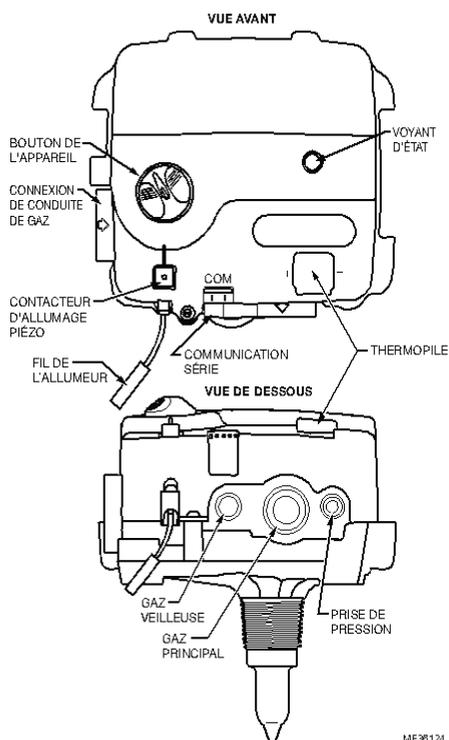

Fig. 5. Éléments de commande et connexions du chauffe-eau.
8. Positionner le raccord de compression sur la sortie veilleuse et engager les filetages. Voir la Fig. 5. pour les éléments de commande et les connexions. Serrer à la main, puis serrer d'un tour de plus à l'aide d'une clé. Ne pas trop serrer.
Brancher le circuit de commande au régulateur du chauffe-eau en respectant les connexions illustrées sur la Fig. 5.
2. Avec le brûleur en fonctionnement, vérifier le débit du régulateur du chauffe-eau à l'aide du compteur à gaz ou d'un manomètre connecté à la prise de pression de sortie du régulateur. Voir la Fig. 5.